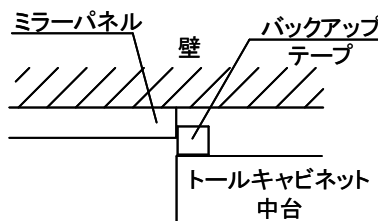

図12-5
- ④付属のバックアップテープを中台キャビネット背面のミラーパネル側に取付けてください。(図12-5)